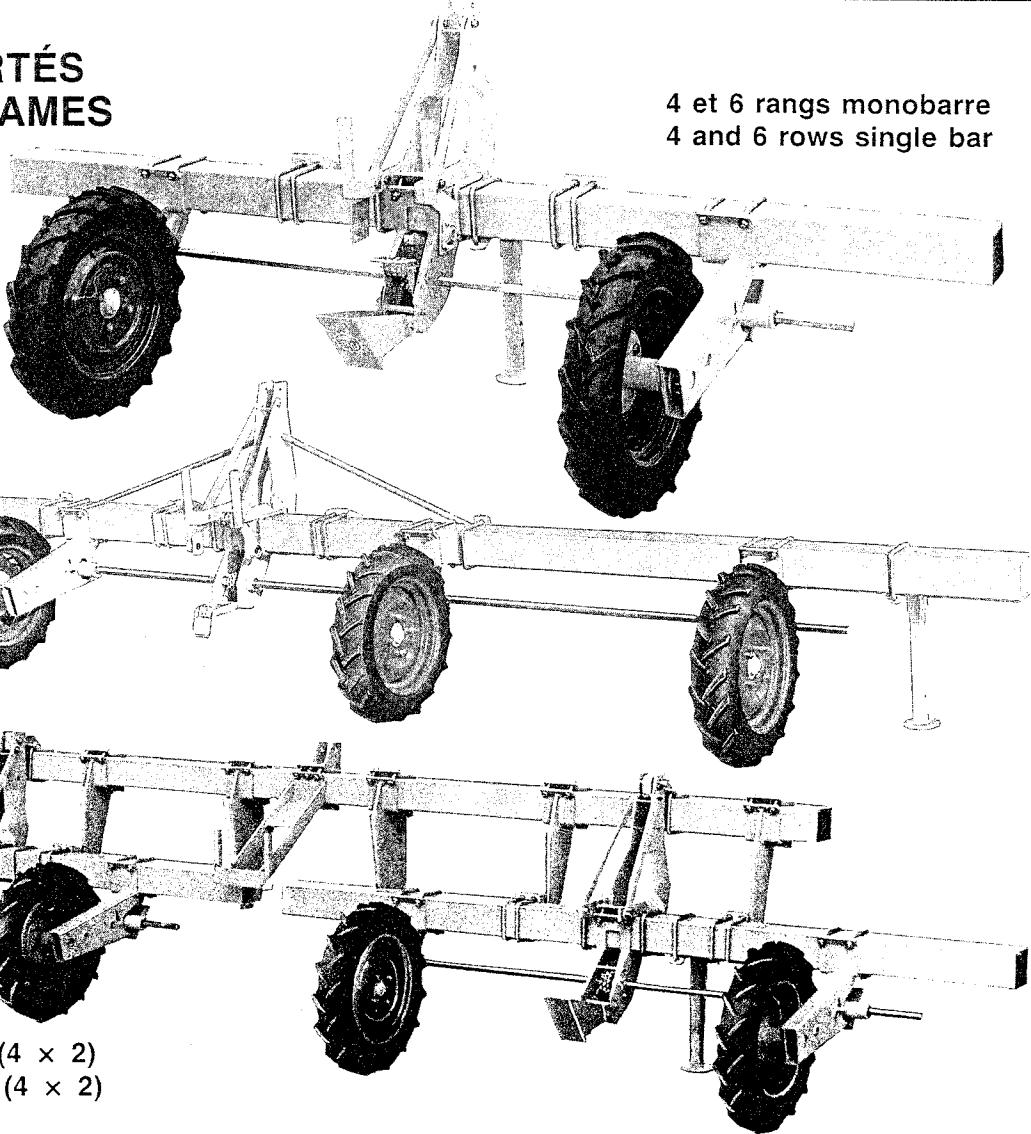

Fig. 1
- Fig. 1 pour châssis portés 3 points
- Fig. 1 for 3 point mounted frame